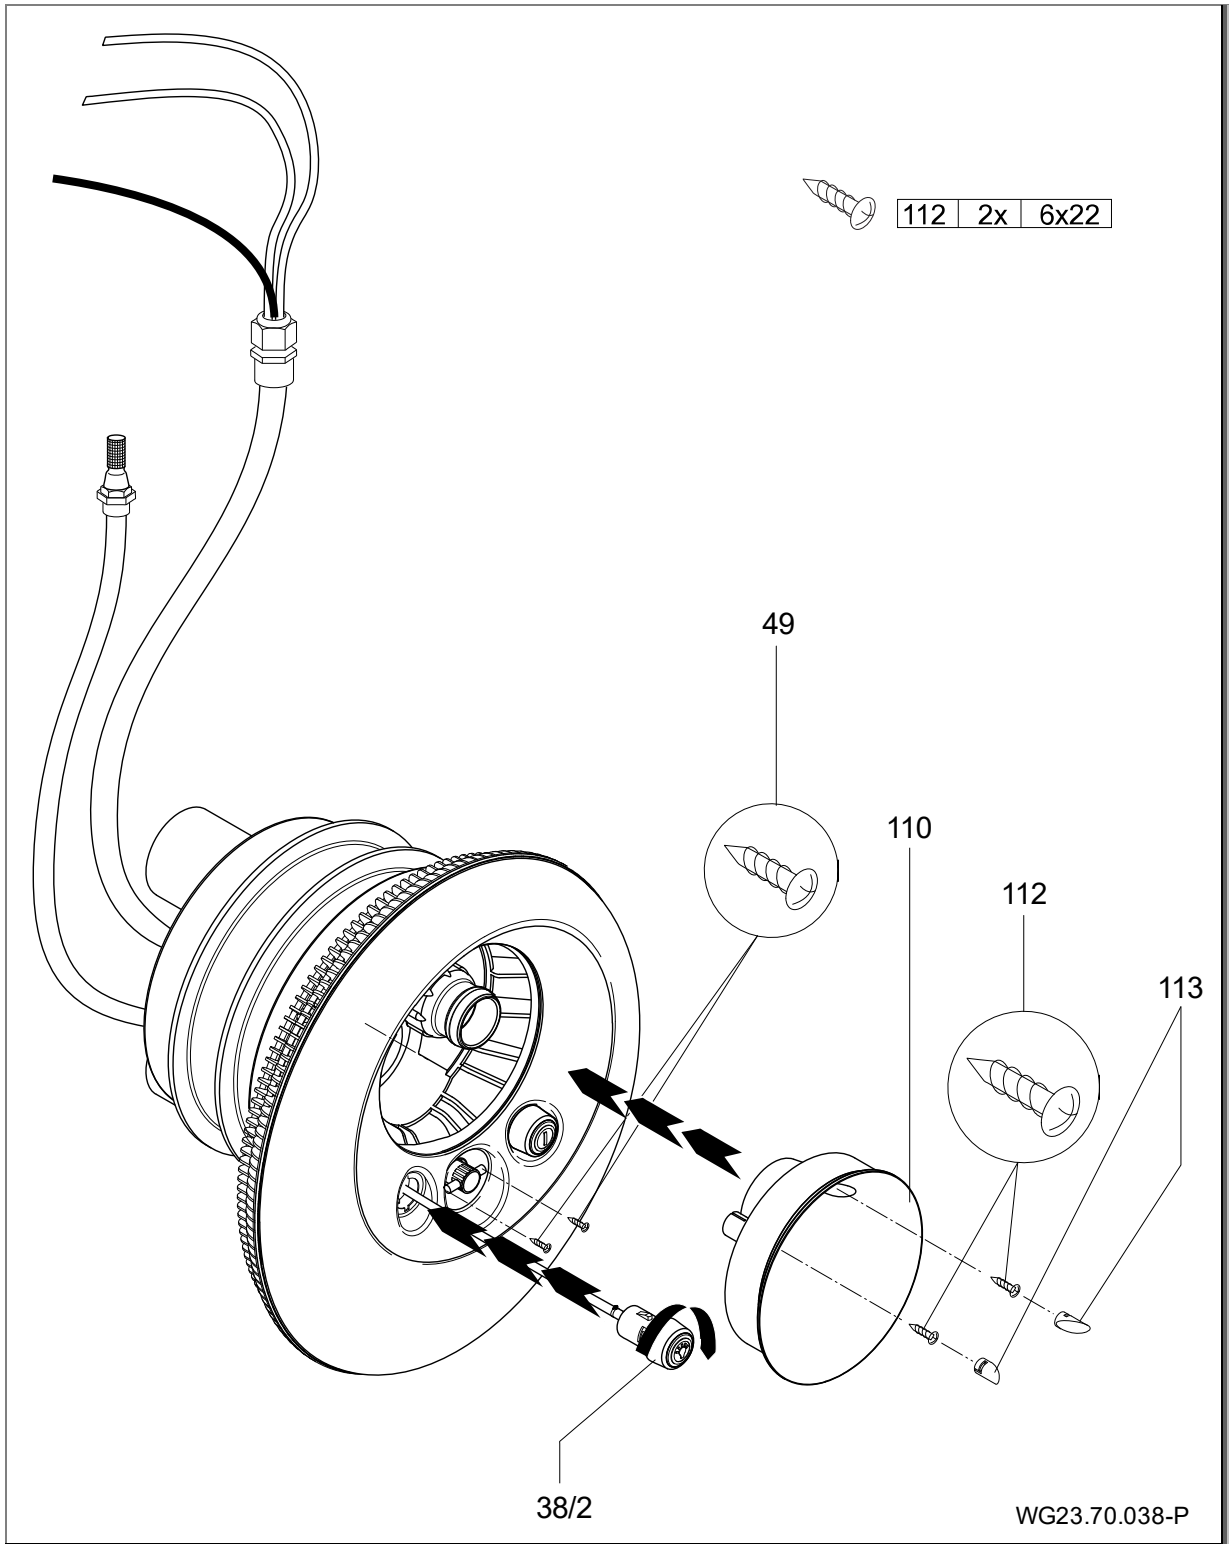

Fig. 20
8. Applicare la copertura di acciaio inox (93) al corpo di aspirazione (107) e fissare con le due viti (49) all'alloggiamento degli ugelli. (Fig. 20)
9. Fissando la copertura della luce (110), la copertura di acciaio inox (93) viene fissata ulteriormente. A questo scopo attaccare la copertura della luce (110) sopra l'ugello sferico (54) nell'alloggiamento degli ugelli (102.1) e fissare con le due viti (112). (Fig. 20)